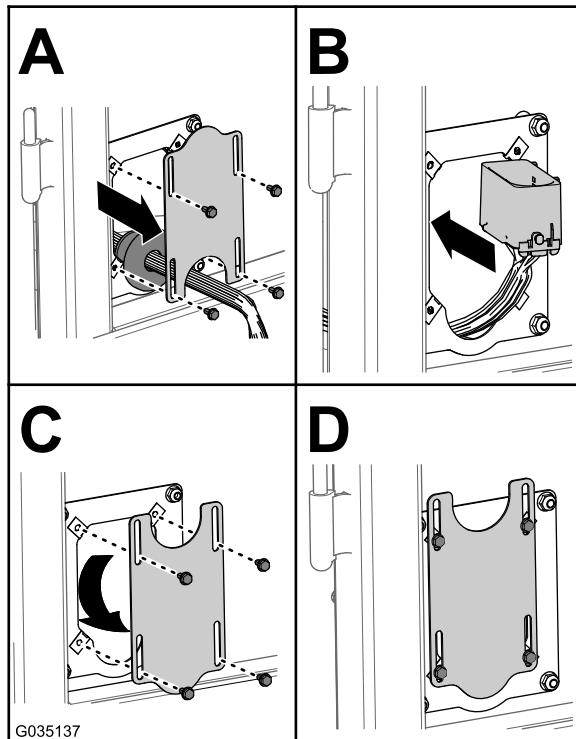

図 11
1. フランジヘッドボルト#10 x 3/8 インチ4本を外して、キャブからカバープレートを外す 図 11。
3. 座席ロックレバーを前側に押して座席のロックを解除し、座席を一番前の位置にスライドさせる図 11 助手席を取り外す (ページ 1)を参照。
6. 座席ロックレバーを前側に押して座席のロックを解除し、座席を一番後の位置にスライドさせる図 11 助手席を取り外す (ページ 1)を参照。